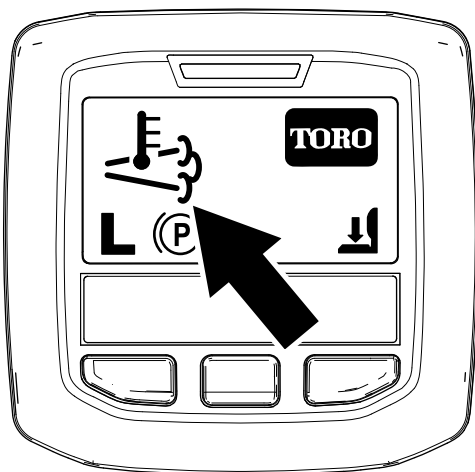

Figura 29
- O ícone da temperatura de escape elevada surge no InfoCenter (Figura 29).